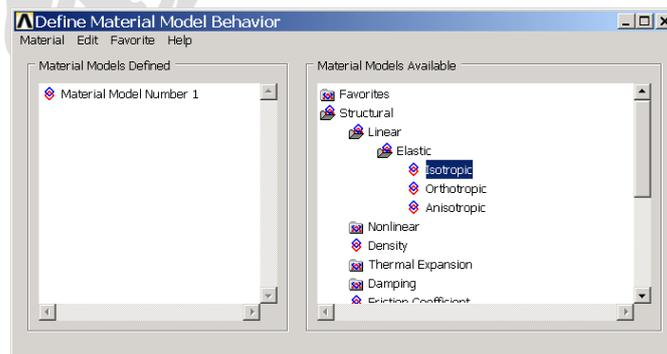

图2.41 定义材料特性
(1) 单击 Main Menu > Preprocessor > Material Props > Material Models 菜单，弹出如图 2.41 所示的【Define Material Model Behavior】对话框。